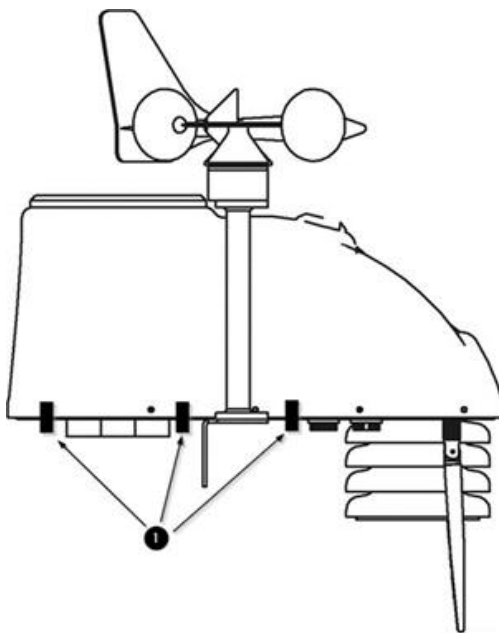

Рисунок 3 - Схема пломбирования изделий «СОКОЛ-М1», где «1» — место нанесения пломбы.
5.1.7 Место для пломбирования выбирается в соответствии с рис. 3.